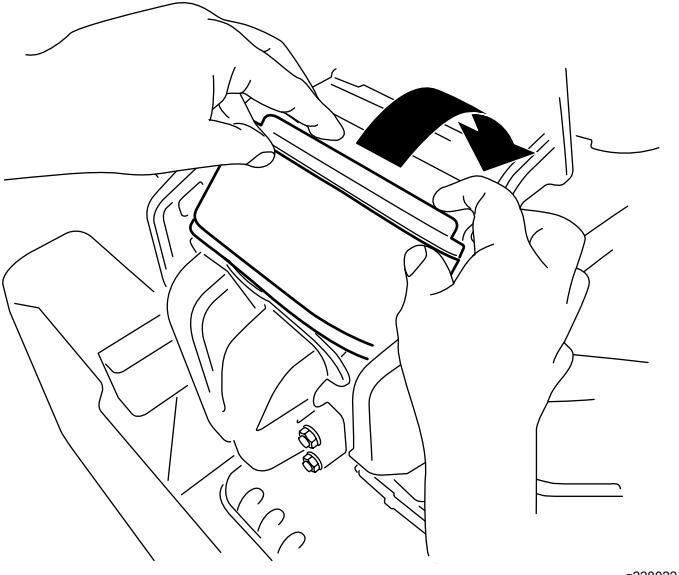

Bild 40
- Drehen Sie den Filter nach unten in die Kammer und führen ihn vollständig gegen den Verteiler ein (Bild 40).